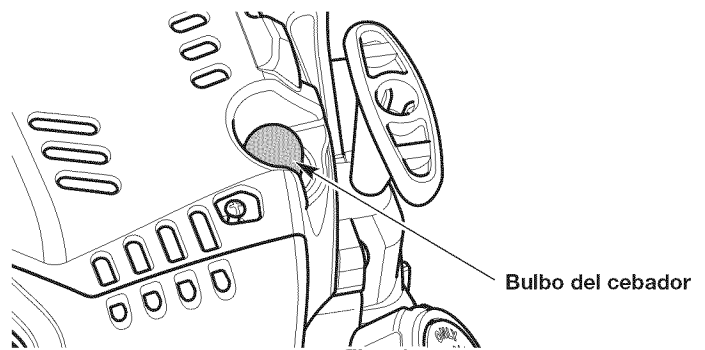

Fig. 13
3. Presione y luego suelte el bulbo del cebador lentamente **10 veces** (Fig. 13).